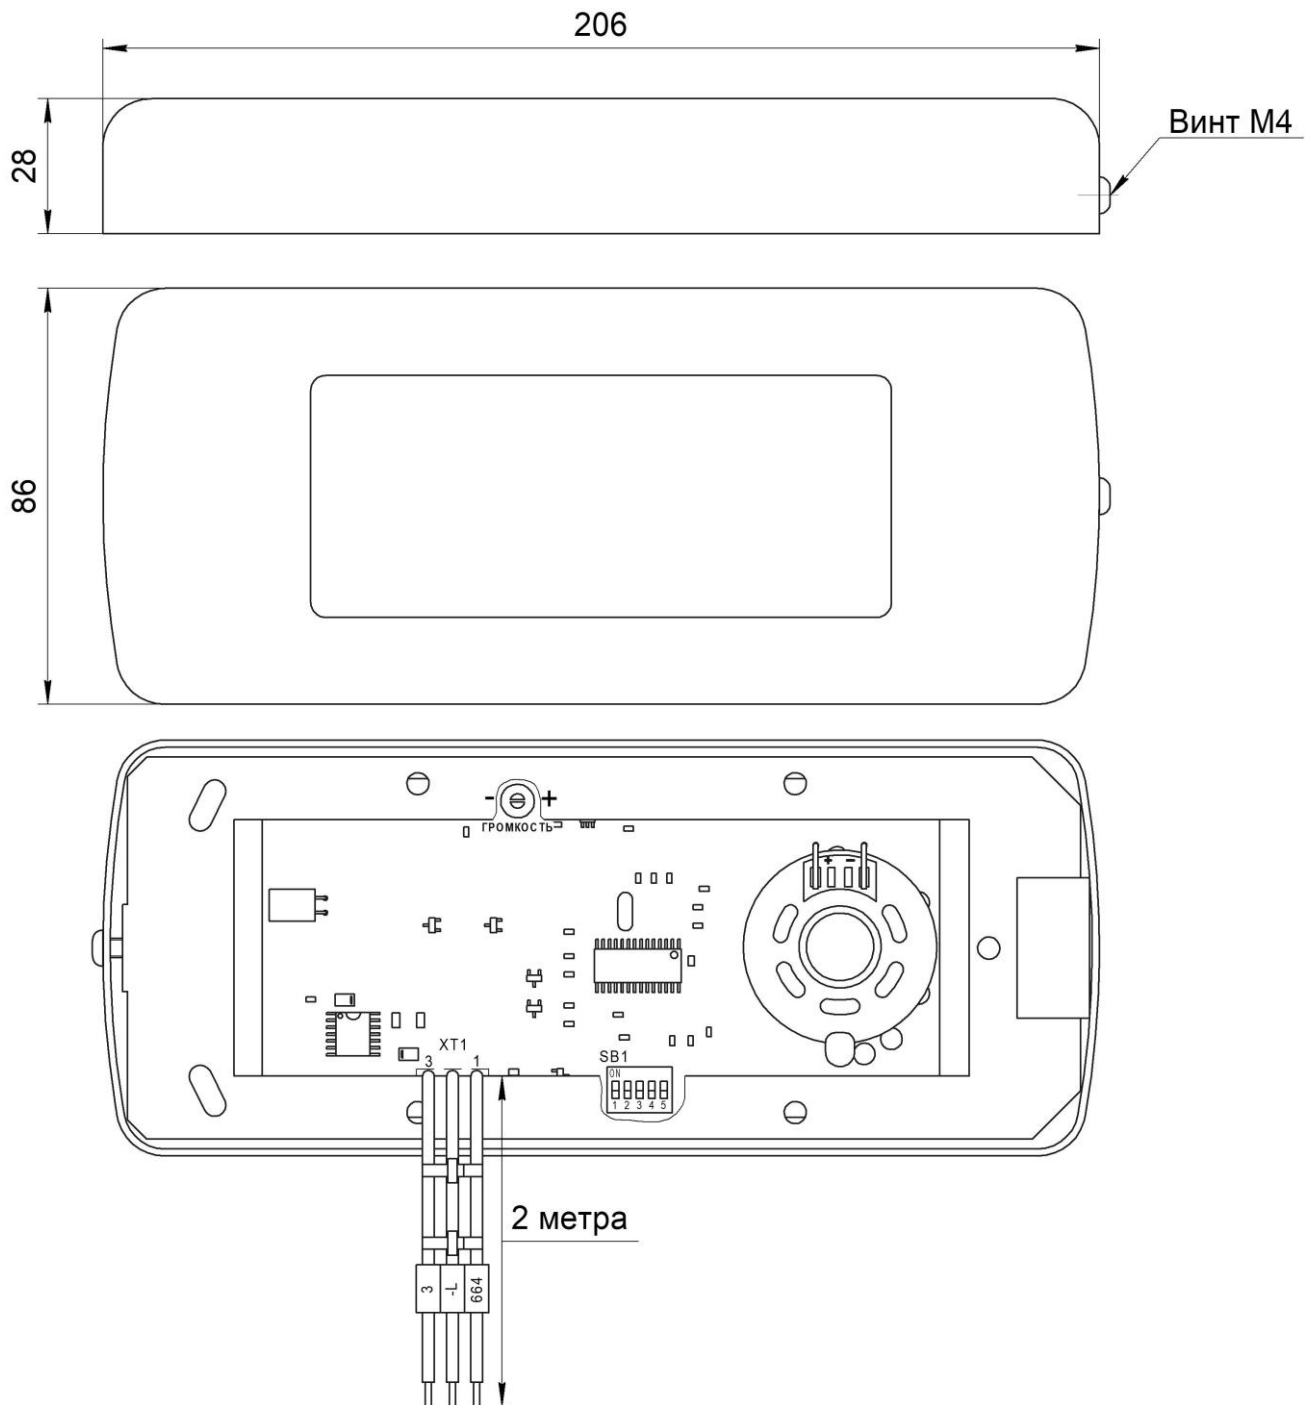

Рис.1. Габаритные размеры Табло накладное ГОНГ (УЭЛ) НШЕК.468232.105
4.1 Подключить Табло накладное ГОНГ (УЭЛ) в соответствии с таблицей 1. Внешний вид устройства показан на рис.1.